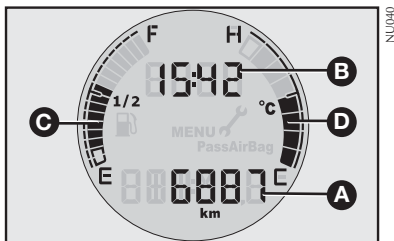

fig. 29
INFORMAÇÕES NO DISPLAY - fig. 29
- Relógio (**B-fig. 29**).
- Hodômetro total (**A-fig. 29**).
- Indicação do nível de combustível (C-fig. 29).
- Indicação da temperatura do líquido de arrefecimento do motor - D-fig. 29.